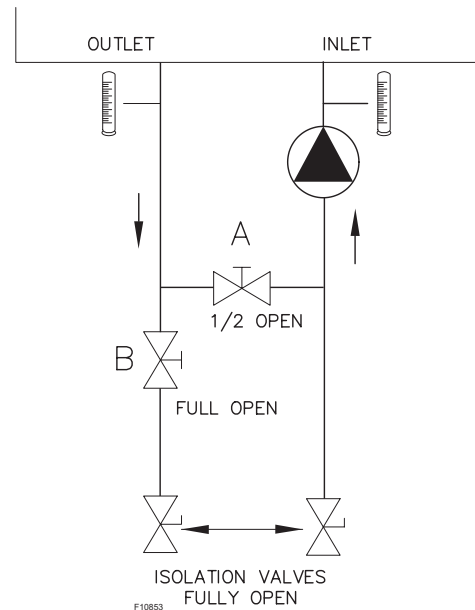

Figure 11. Réglage de dérivation "H"
Dans un système hydronique où la température initiale de l'eau au raccord d'entrée est inférieure à 120°F (49°C) et qui est par la suite chauffé au-delà de cette valeur DOIVENT être munis d'un système conçu pour éliminer les problèmes de condensation. (Figure 9 par l'intermédiaire de Figure 11) Une température au raccord d'entrée inférieure à 120°F (49°C) peut entraîner un refroidissement excessif des produits de combustion et la formation de condensation dans l'échangeur de chaleur en quantité supérieure à la capacité du système d'évaporation des condensats.
3. Alors que la chaudière fonctionne à pleine puissance, ouvrez la vanne A (la dérivation) à moitié et la vanne B entièrement voir **Figure 11**.
5. Si cela ne permet pas d'augmenter la température au raccord d'entrée d'eau à 105°F (40°C) pour une application de chauffe-piscine (P) ou à 120°F (49°C) pour le chauffage hydronique (H7) ou d'eau chaude potable (WH7) quand la vanne A est entièrement ouverte, refermez lentement la vanne B pour augmenter la température du raccord d'entrée à la température requise.